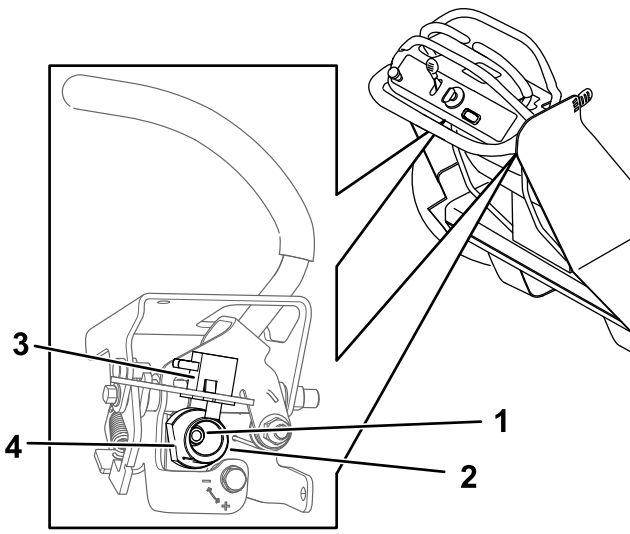

Figura 61
5. Afloje la tuerca que sujeta la leva de la palanca de control de movimiento que está ajustando (Figura 61).
6. Ajuste la leva hasta que quede alineada con la otra palanca de control de movimiento, y apriete la tuerca y el perno de la leva (Figura 61).
Importante: No gire la parte plana de la leva más allá de la posición vertical. El interruptor de control de presencia del operador nunca debe tocar la parte plana de la leva (Figura 61).